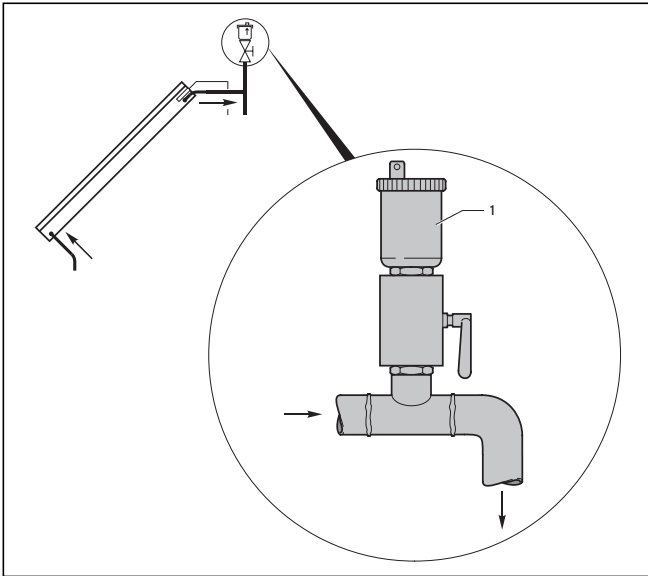

Fig. 6.2 Udlufte
- udluftning via en automatisk hurtigudlifter med afspærringshane (→ Fig. 6.2)